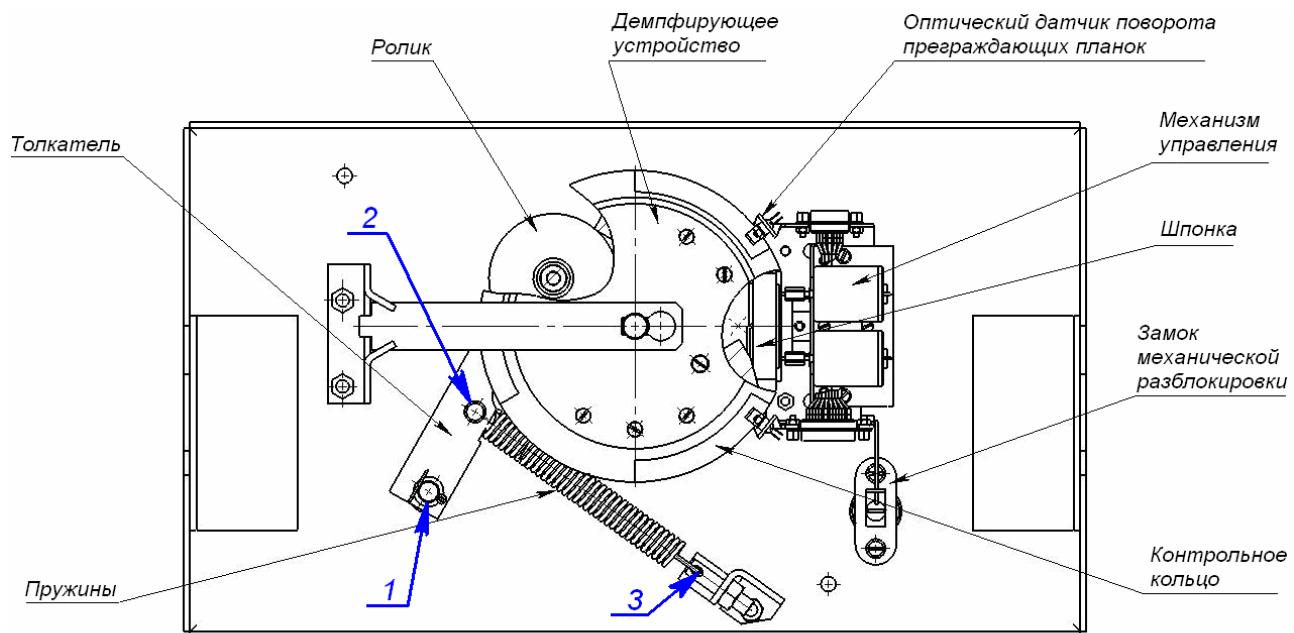

Рисунок 14 Расположение внутренних деталей и узлов стойки турникета
Проведите визуальный осмотр устройства поворота (толкателя, пружин и ролика), оптических датчиков поворота преграждающих планок и демпфирующего устройства (см. рисунок 14).
- четыре втулки на устройстве поворота (две – на оси вращения толкателя, две – на оси крепления пружин) и отверстия в деталях крепления пружин (см. рисунок 14);
- механизмы секретности замка механической разблокировки (7) и замка крышки стойки турникета (9) через замочные скважины.